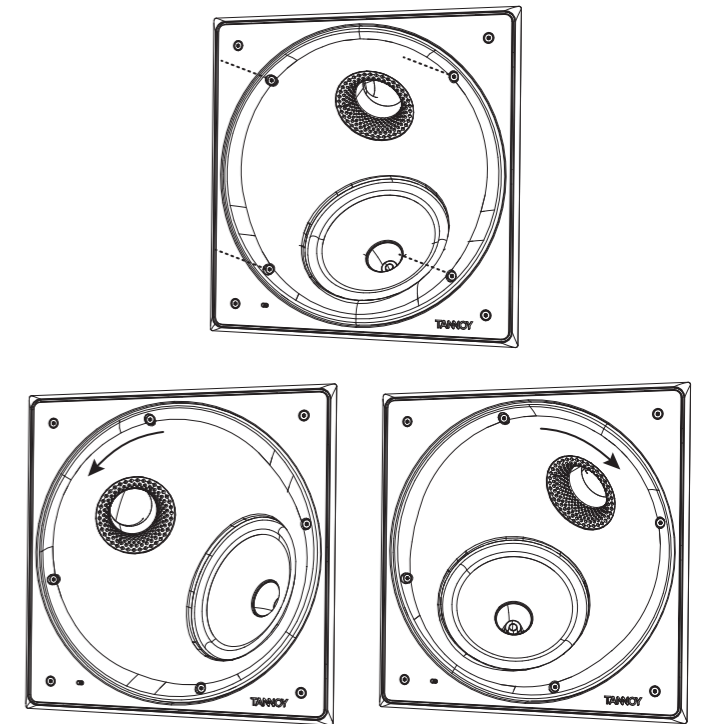

Fig. 9. Rotating the baffle assembly
2. Lossa de fyra skruvarna enligt bilden, men bara tillräckligt för att möjliggöra vridning till önskat läge (Bild 9).